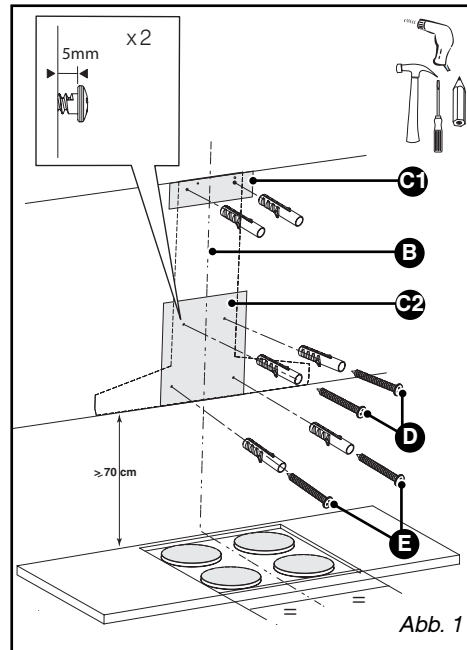

Abb. 1
– Die Schablone C1 (Abb. 1) gegen die Wand und im Anschlag gegen die Decke platzieren.
– Die beiden Schrauben oben an der Dunstabzugshaube einschrauben (D/Abb. 1) und sie 5 mm überstehen lassen.